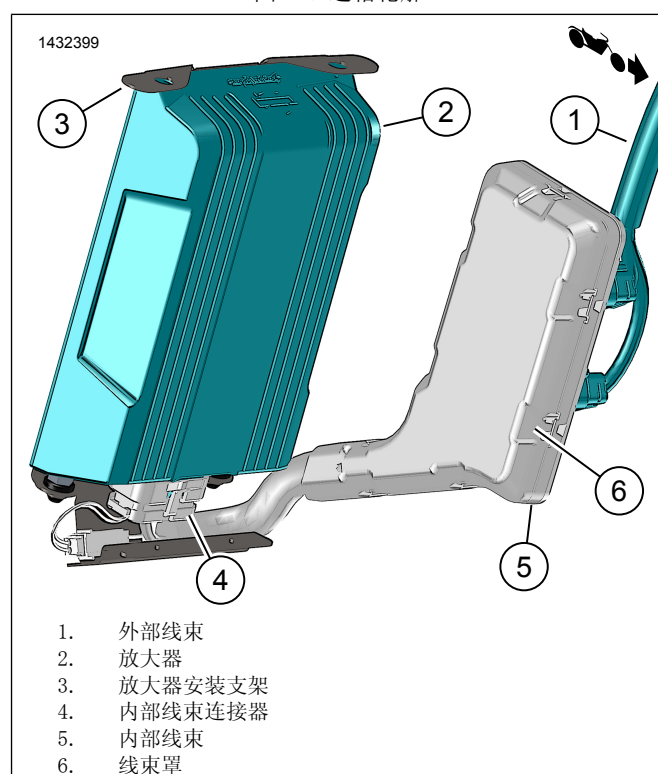

图14。右侧边箱放大器组件
6. 参见图 14。将内部线束连接器 (4) 连接到放大器 (2)。
10. 参见图 14。安装线束盖 (6)。